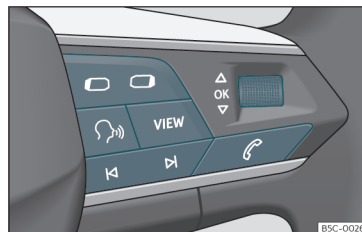

Abb. 60 Rechte Seite des Multifunktionslenkrads: Bedienelemente für die Menüs und Informationsanzeigen im Kombi-Instrument.
Solange eine Warnung der Priorität 1 vorliegt, »> Seite 77, kann auf kein Menü zugegriffen werden. Einige Warnmeldungen können bestätigt und ausgeblendet werden über die Taste **OK** am Multifunktionslenkrad »> **Abb. 60**.
- Falls eine Meldung oder das Fahrzeug-Piktogramm angezeigt wird, drücken Sie die Taste **OK** »> **Abb. 60**; ggf. mehrere Male.
- Zum Menüwechsel verwenden Sie die Tasten **↶** oder **↷** »> **Abb. 60**.
- Um das Menü oder die Informationsanzeige aufzurufen, die angezeigt wird, drücken Sie die Taste **OK** »> **Abb. 60** oder warten Sie einige Sekunden lang bis das Menü oder die Informationsanzeige automatisch geöffnet werden.
- Im angezeigten Menü, drehen Sie das rechte Rädchen am Multifunktionslenkrad »> **Abb. 60** bis der gewünschte Menüpunkt markiert ist. Der Menüpunkt wird umrahmt dargestellt.
- Drücken Sie die Taste **OK** »> **Abb. 60**, um die gewünschten Änderungen vorzunehmen. Eine Markierung zeigt an, dass die ent-
Drücken Sie die Taste **↶** oder **↷** »> **Abb. 60**.